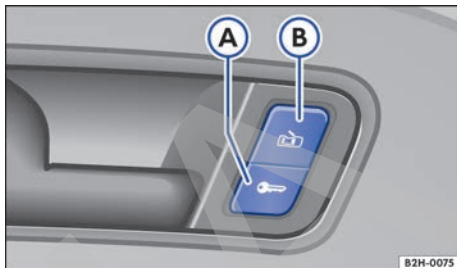

Fig. 20 En la puerta del conductor: tecla del cierre centralizado.
En función del vehículo, dado el caso el vehículo puede bloquearse automáticamente a partir de una velocidad de aprox 15 km/h (10 mph). Cuando el vehículo está bloqueado, el testigo de control  de la tecla del cierre centralizado → fig. 20 se enciende en amarillo.
Leyenda de la fig. 20:
- El testigo de control  de la tecla se enciende en amarillo → fig. 20.